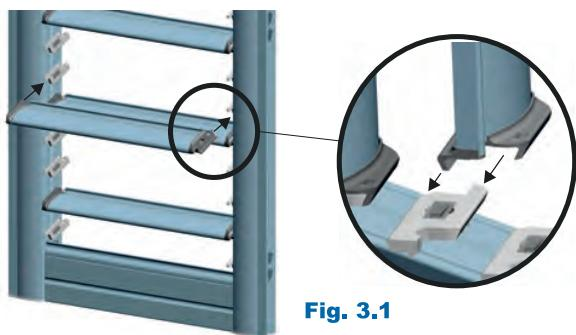

Fig. 3.1
N.B.: All'inserimento di ogni lamella verificare la fluidità di movimento del meccanismo (vedi fig. 3.1)